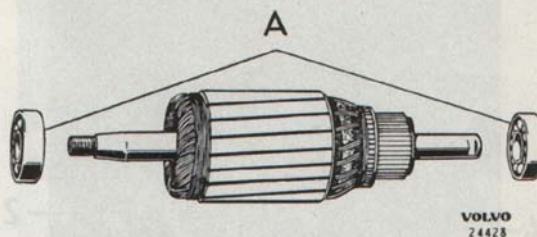

Bild 34. Smörjschema för generator
2. Placera inre locket med ev. filtrång på axeln. Smörj lagren med värmebeständigt kullagerfett varefter de monteras, se bild 34.